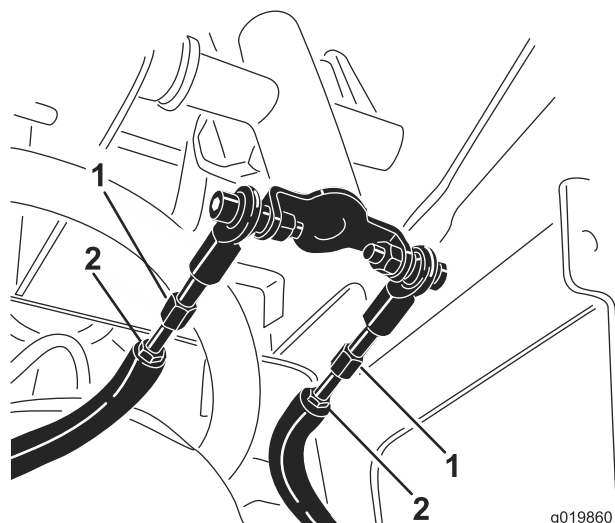

Figura 56
- D. Allentate i controdadi situati sulle aste di trazione, al di sotto della plancia (Figura 56).